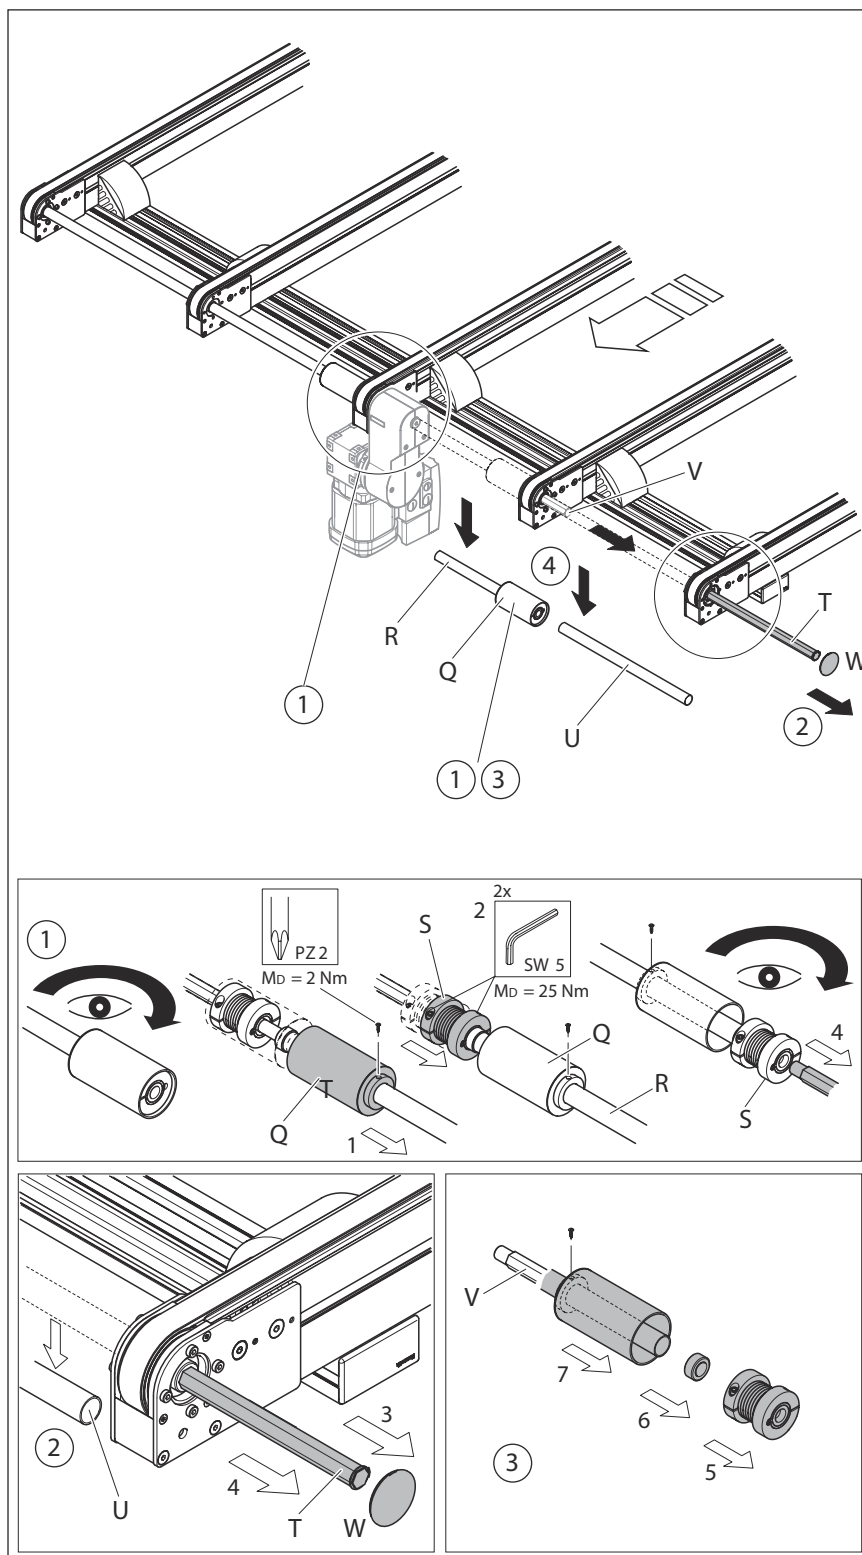

Fig. 11: Montaggio su tratto a nastro CSS/N, CSS/NT: MS = 3 (1/3)
13. Montare l'albero esagonale, vedere Fig. 11.